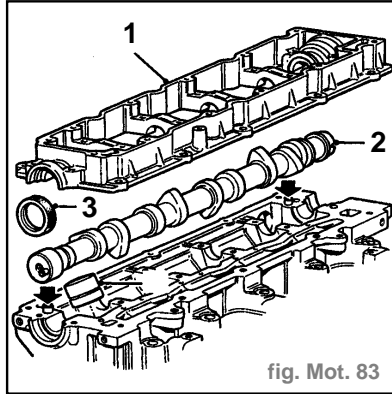

fig. Mot. 83
- Déposer le support (1) d'arbre à cames (fig. Mot. 83).
- Déposer l'arbre à cames (2).